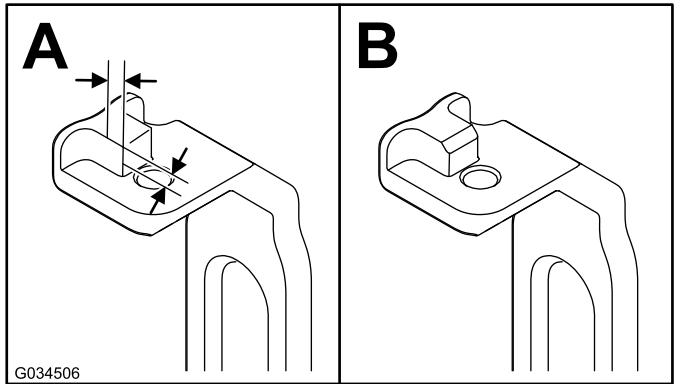

Bild 5
2. Messen Sie an beiden Neigungsarmen (Bild 4) 2,3 mm an den Nasen nach innen und fräsen Sie die Ecke ab, wie in Bild 5 abgebildet.